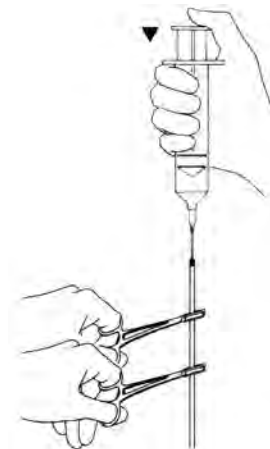

Figure 4-4e. Clamper la manchette
11. Une fois l'air et le liquide expulsés et la manchette complètement vide, procéder à un double clampage de la tubulure de la manchette (un cran uniquement) à l'aide de deux pinces hémostatiques mosquito protégées par de la tubulure, à 3 cm en dessous de l'aiguille, puis à 3 cm encore en dessous du premier hémostat. (**Figure 4-4e**)